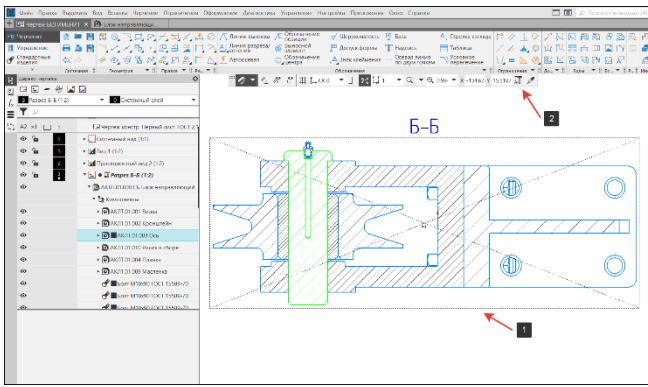

Рисунок 396 – Перестроить вид
- Перестроим разрез Б-Б (1) используя команду перестроить (2) на панели быстрого доступа или с помощью клавиши F5 (Рисунок 396);